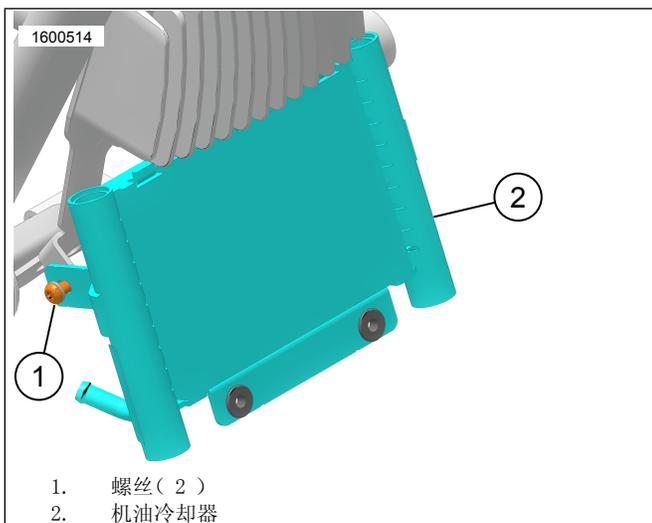

图2。机油冷却器螺丝
2. 参见图2。拆下螺丝(1)。
- a. 参见图2。安装并拧紧螺丝(1)。